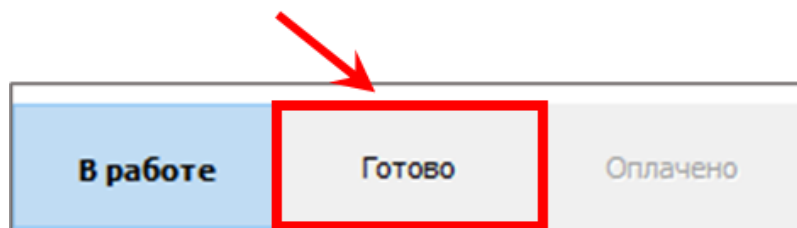

рис. 302
8. После того как заказ-наряд проверен, можно приглашать клиента за автомобилем. Для этого переведите заказ-наряд в статус **Готово**, нажав на соответствующую кнопку в левом верхнем углу окна заказ-наряда (рис.302).